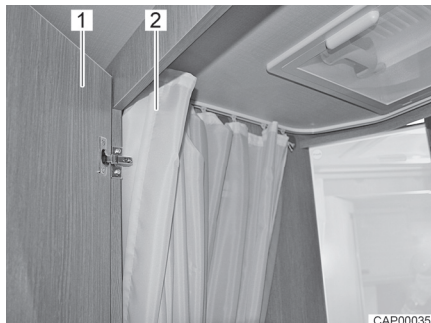

Fig. 81 Cabinet de toilette avec douche
- Pour se doucher, fermer la porte (Fig. 81,1) et fermer entièrement le rideau de douche (Fig. 81,2) de manière à protéger toutes les parois.